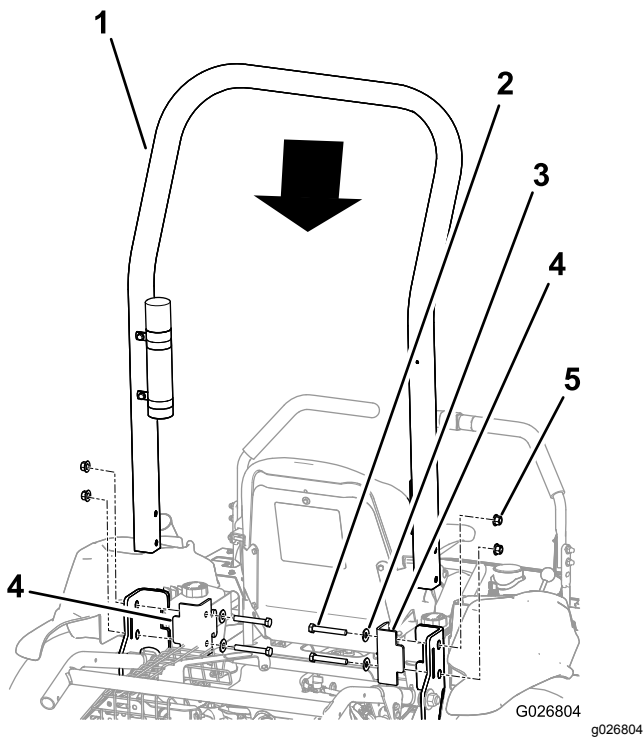

Рисунок 6
- Установите защитную дугу на машину, как показано на Рисунок 6.